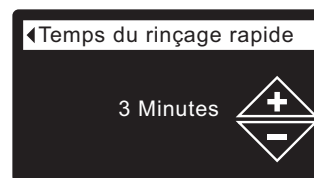

FIG. 79
- 8d. **Temps du rinçage rapide** : Appuyez sur le bouton HAUT (▲) ou BAS (▼) pour modifier la durée du rinçage rapide. Maintenez le bouton enfoncé pour faire défiler rapidement. La plage de réglage du rinçage rapide est 1 - 30 minutes* (cf. Figure 79).